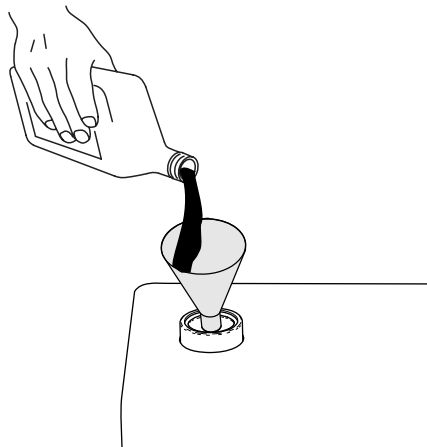

Figure 115
7. Si le niveau de liquide est en-dessous du repère inférieur sur la jauge, faites l'appoint de liquide hydraulique spécifié (Figure 115). Répétez les opérations 4 à 6 jusqu'à ce que le niveau de liquide se situe entre les 2 repères sur la jauge.